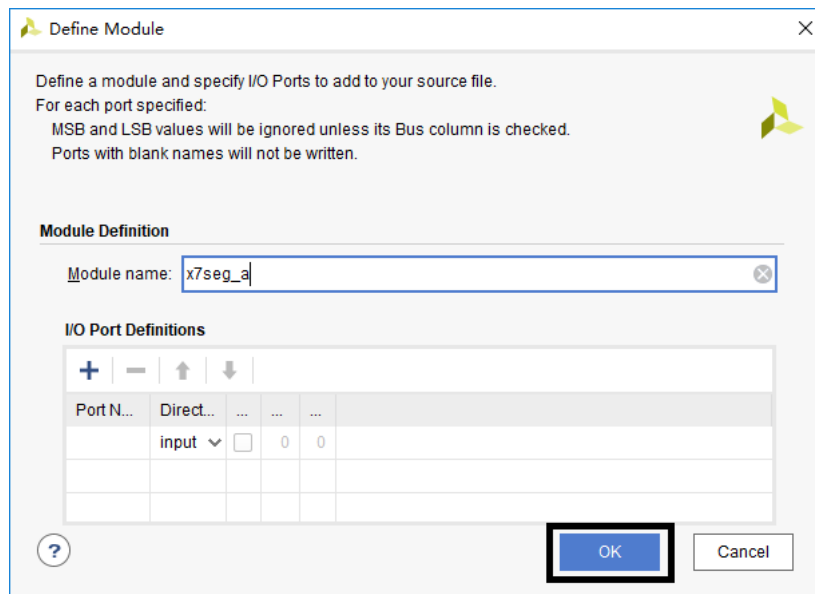

图 1-13 定义模块和指定 I/O 端口
(6). 弹出 Define Module 窗口，用于定义模块和指定 I/O 端口，如图 1-13 所示。设计者既可以选择在该窗口设置端口，也可直接跳过该步骤，直接在源文件